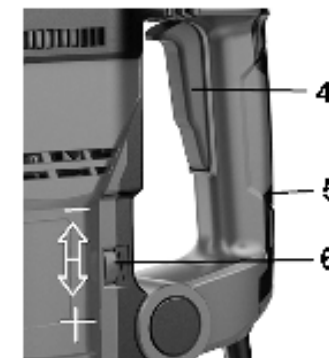

Рис.6
8.3. Регулировка частоты вращения и ударов (Рис. 6, 7)
ПЭ-1250/40Э, Рис.6